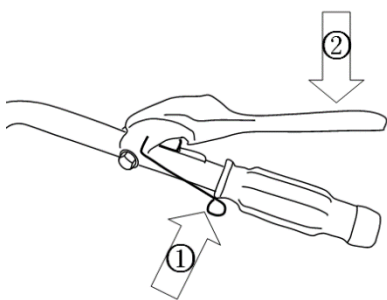

Fig.18
La palanca del embrague está diseñada para funcionar mediante 2 acciones dependientes: Levante el bloqueo de la manija (1) y empuje hacia abajo la palanca (2). (Fig.18)